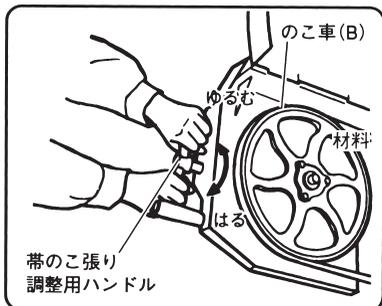

図 22
(8) 帯のこ張り調整用ハンドルを時計方向にまわし、帯のこに張力を加えます。(図 22)